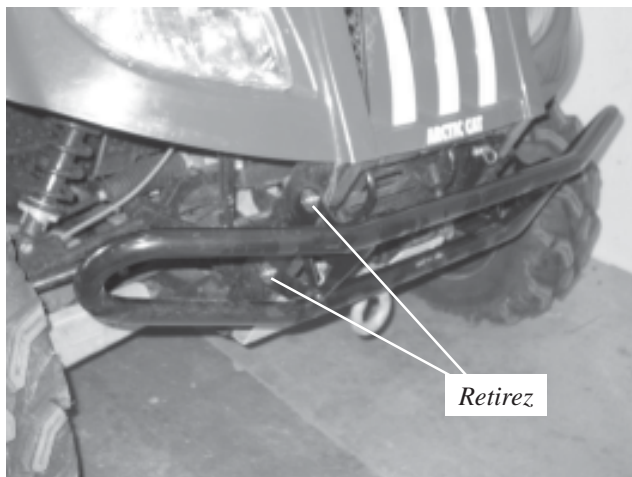

Figure 1
1. Retirez le pare-chocs d'origine tel qu'illustré sur les Figures 1 et 2, à l'aide de clés 10 mm et 13 mm.